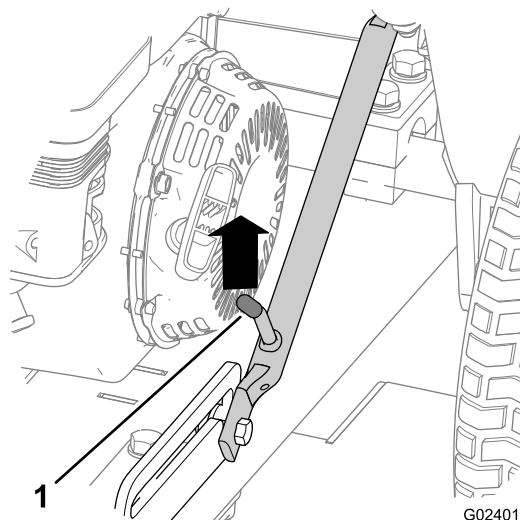

Рисунок 25
- А. Поднимайте сцепку, пока фиксирующий рычаг не выйдет из зацепления с прорезью защелки (Рисунок 25).
- D. Поднимайте сцепку (Рисунок 29), пока фиксирующий рычаг не войдет в зацепление с прорезью защелки (Рисунок 25).